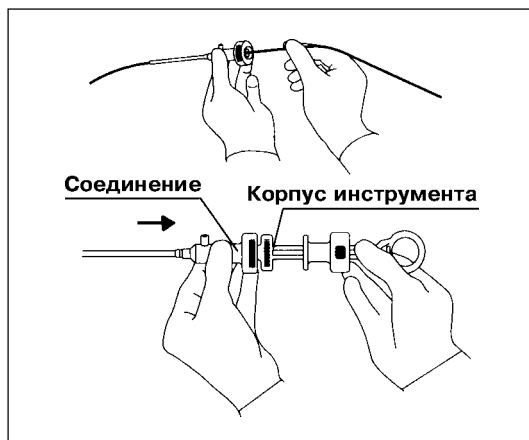

Рис. 5.3.
1. Вставьте спиральную (проволочную) оболочку в просвет подвижного соединения трубчатой оболочки с проксимального конца (см. рис. 5.3).